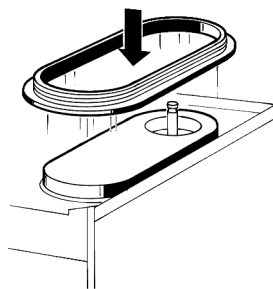

figura 7
**4** Poner la junta al evaporador, de modo que el borde de mayor ancho se quede en contacto con el plano recoge-gotas (ver figura 7).